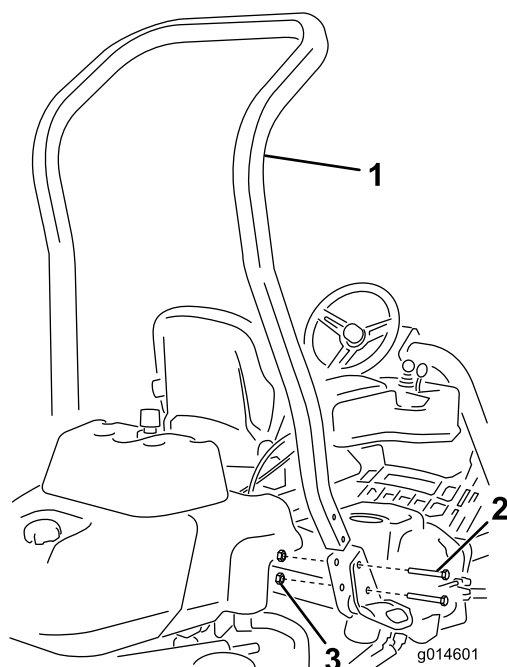

Figura 3
3. Instale la barra antivuelco en los alojamientos laterales de la máquina usando 4 pernos (1/2 x 3/4 pulgadas) y cuatro tuercas con arandela prensada (1/2 pulgada)(Figura 3).